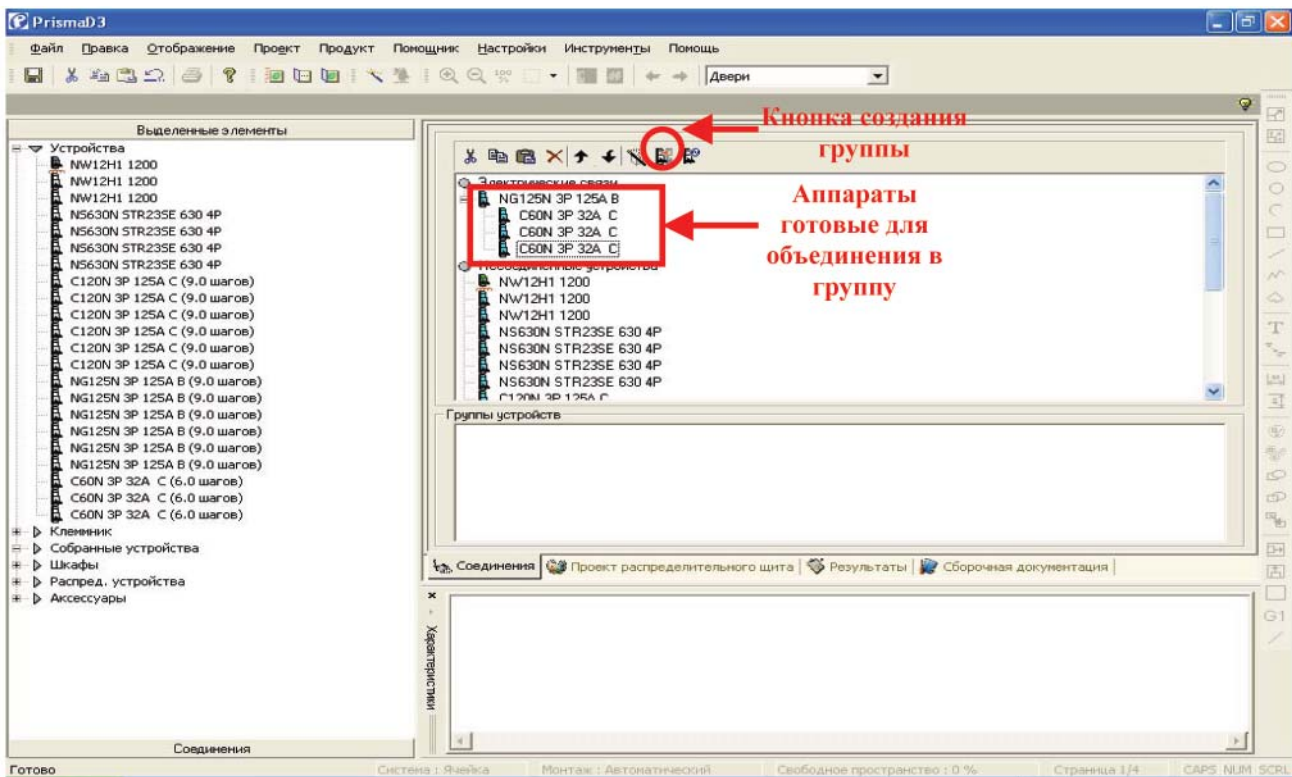

Рис. 100
автоматических выключателя С60 и разместить их под вышестоящим NG125 (для этого отпускаете левую кнопку мыши на названии вышестоящего аппарата под который необходимо поместить переносимые нижестоящие выключатели). Таким образом, после правильного переноса всех аппаратов закладка “Соединения” принимает вид (рис. 100).
- 13) Выделяем четыре перенесенные аппараты и нажимаем кнопку создания группы (рис. 100).